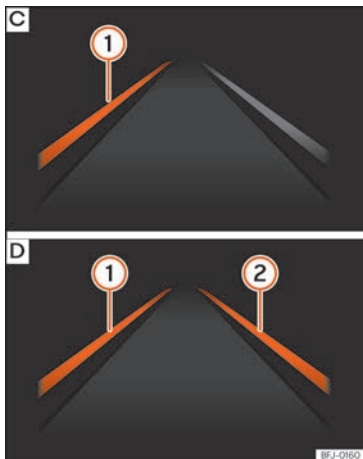

Abb. 272 Am Bildschirm des Kombi-Instruments: Bildschirmanzeige des Spurhalteassistenten (Beispiel 2).
- **Abb. 272 [C]:** System regelt; die hervorgehobene Linie ① zeigt an, dass die Gefahr einer unabsichtlichen Überschreitung der Begrenzungslinie bestand. Das System korrigiert über die Lenkung die Fahrtrichtung.
- **Abb. 272 [D]:** Die beiden hervorgehobenen Linien ① und ② leuchten gleichzeitig auf, wenn beide Begrenzungslinien erkannt sind und die Funktion adaptive Spurführung eingeschaltet ist.